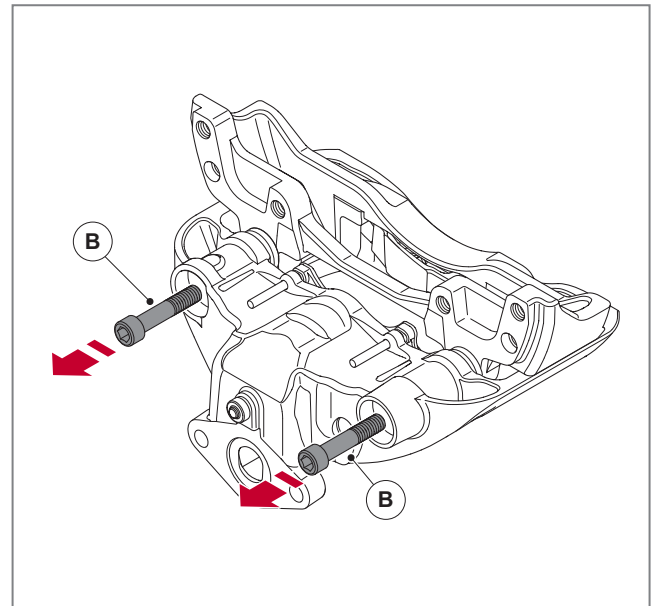

Abb. 57 - Schrauben der Führungsbolzen entfernen
3. Entfernen Sie mit Hilfe eines langen Innensechskantschlüssels 14 mm die beiden Schrauben (B), *siehe* ► *Abb. 57*. Die Schrauben sind nicht wiederzuverwenden.